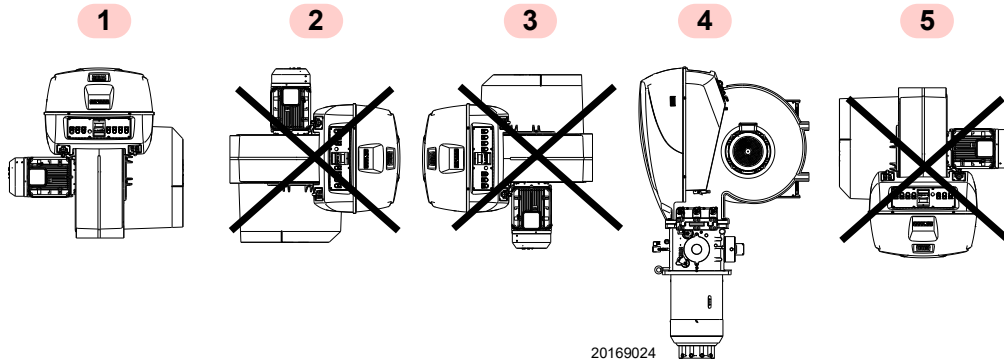

Abb. 9
- Der Brenner kann ausschließlich in den Stellungen **1** und **4** (Abb. 9) betrieben werden.